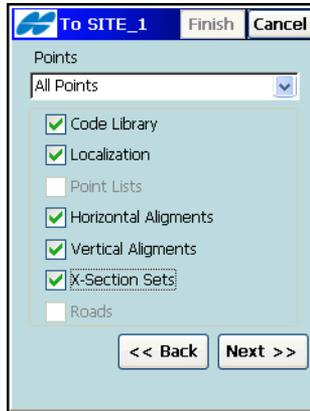

Abbildung 5-20. Exportieren in Projekt
2. Bestimmen Sie im Fenster **zu <Projekt>**, ob Punkte exportiert werden sollen. Sie können die Punkte nach Typ, nach Bereich und Code oder nach Typ, Bereich und Code filtern (Abbildung 5-20 auf Seite 5-16). Aktivieren Sie außerdem die Kontrollkästchen für die ebenfalls zu exportierenden Daten: Codebibliothek, Transformation, Punktlisten, Achsen, Gradienten, Querprofile sowie Straßen.